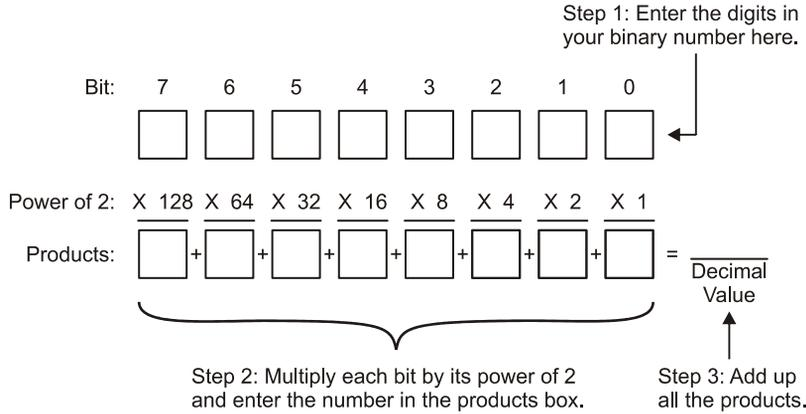

Figura 2-2
La Figura 2-2 mostra come convertire un numero binario fino ad otto bit (byte) nel suo corrispondente valore decimale.
- √ Calcolate a mano il valore usando la procedura mostrata in Figura 2-2.